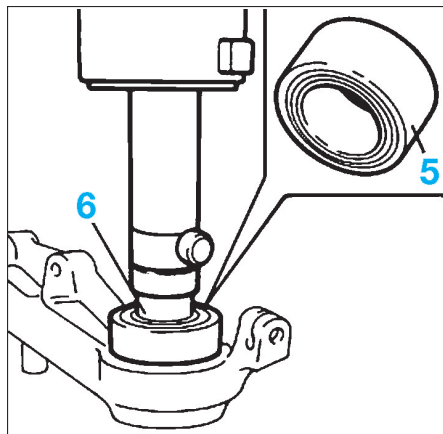

FIG. 23
- Mettre le pivot sur la presse et introduire le roulement neuf (5) à l'aide d'une entretoise (6) de diamètre correspondant (Fig.23).